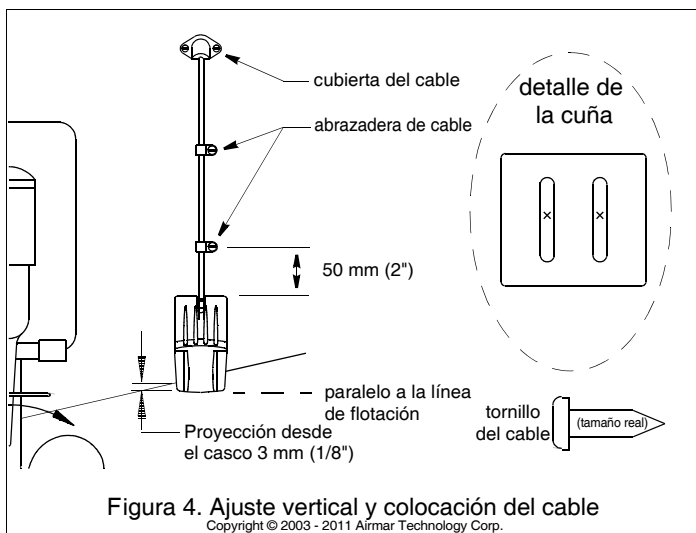

Figura 4. Ajuste vertical y colocación del cable
1. En la ubicación seleccionada para el montaje, sitúe el conjunto de modo que el transductor sobresalga 3 mm (1/8") por debajo del borde inferior del espejo de popa (figura 4).
2. Utilizando el espacio de ajuste vertical en las ranuras del soporte, desplace el transductor hacia arriba o hacia abajo (figura 4). Verifique que la esquina inferior izquierda del transductor sobresalga 3 mm (1/8") por debajo del fondo del casco.
- b. Sitúe el transductor a una profundidad mayor en el agua, en incrementos de 3 mm (1/8") (figura 4).
1. Si debe perforar el espejo de popa, seleccione un lugar **muy por encima de la línea de flotación** (figura 4). Compruebe si algún obstáculo como aletas de trimado, bombas o cables en el interior del casco. Marque el lugar con un lápiz. Practique el taladro con una broca de la medida adecuada para el conector.